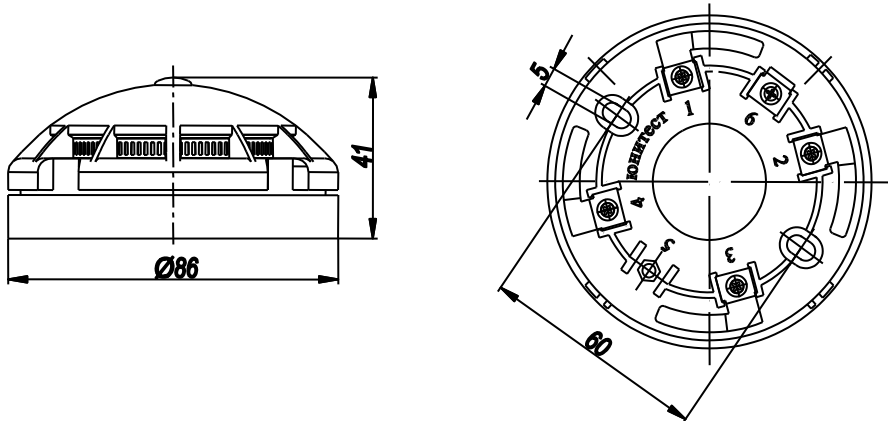
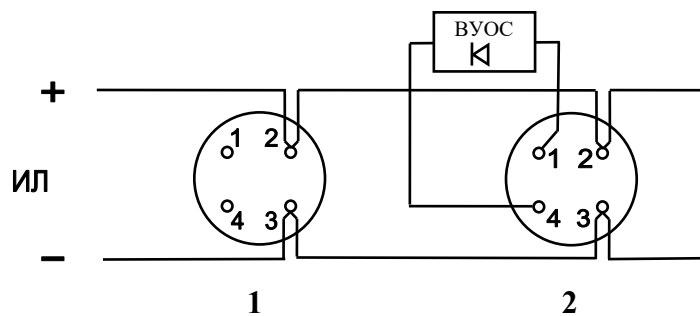

Рис.1. Габаритные и установочные размеры извещателя.
Рис.2. Схема включения извещателя ИП212-108 МАКС (поз.1) и ИП212-108 МАКС исп.В (поз.2) в адресную линию АПКП.
2.1.2. Установить базы извещателей согласно проекту. Габаритные и установочные размеры извещателя показаны на рис.1, схемы подключения – на рис.2 и 3.